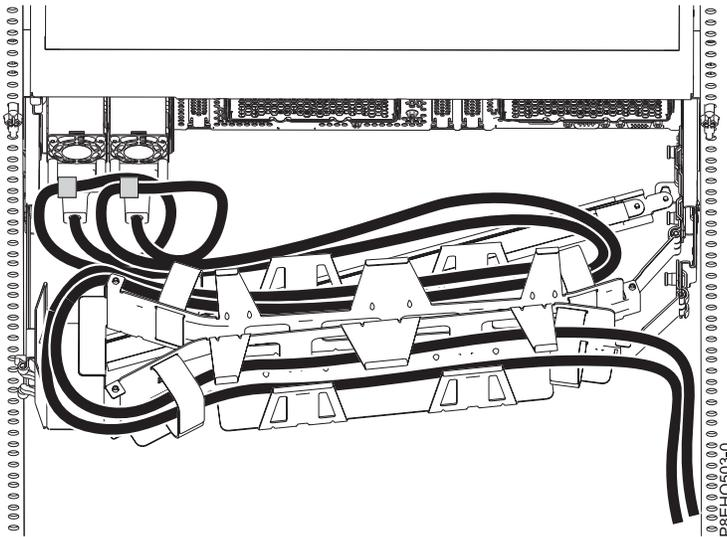
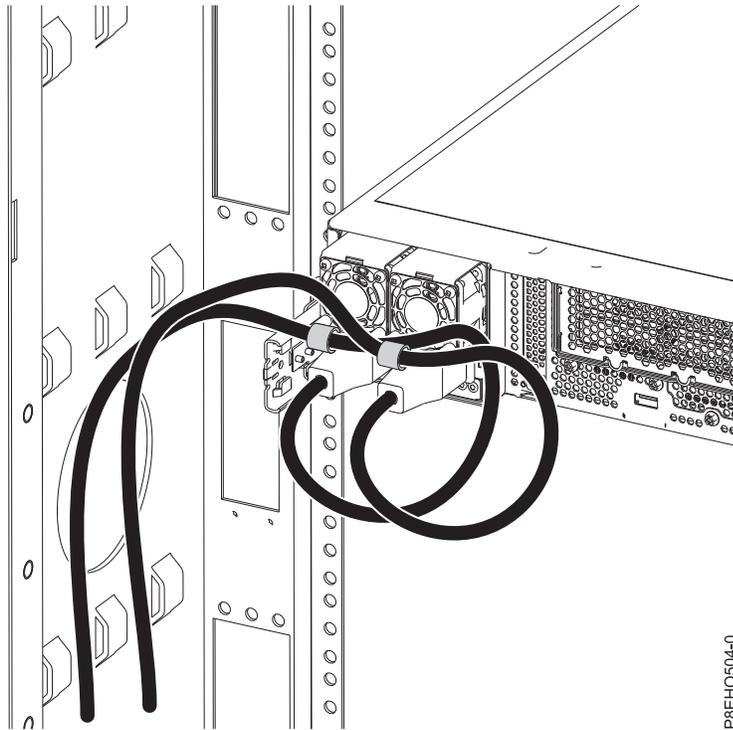

図 231. ケーブル・マネジメント・アームで配線する電源コードのループ：電源コードは反時計方向にループして右側に配線します。
図 232. 側壁に沿って配線する電源コードのループ： 電源コードは反時計方向にループして左側に配線します。
3. 電源コードをループ状に配線して、電源装置ハンドルに接続します。電源コードをどのようにループさせるかに注意してください。ループの直径は必ず 5 cm 以上に維持してください。2 つのタイプのループを使用します (詳しくは、図 231 および 221 ページの図 232 を参照)。面ファスナーを使用して電源コードを電源装置のハンドルに留めます。